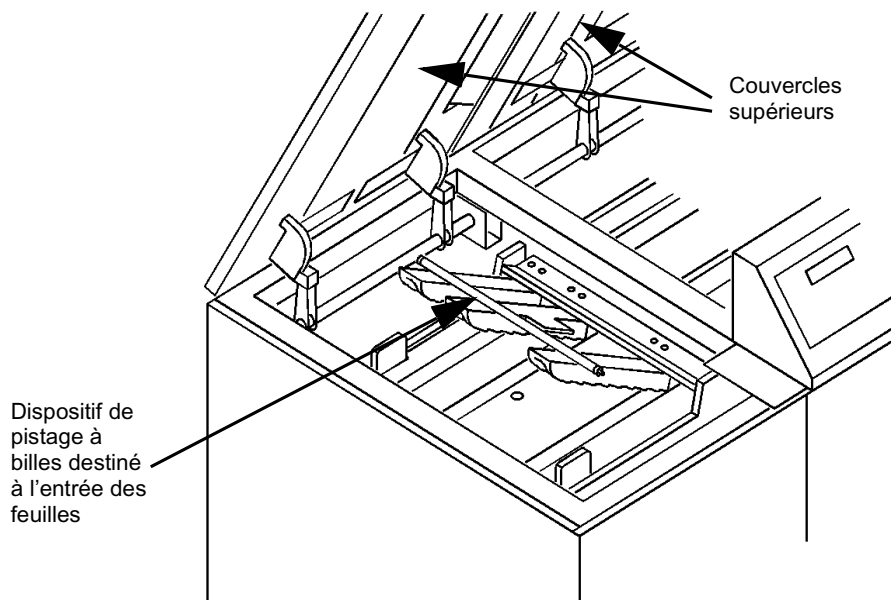

Figure 3-1: Les couvercles supérieurs et les pistes à billes destinées à l'entrée des feuilles
- 2 Ouvrez les deux couvercles supérieurs de la perforuse, voir Figure 3-1.
- 3 Ouvrez (soulevez) les pistes à billes destinées à l'entrée des feuilles, comme indiqué dans la Figure 3-1, et dégagez le papier qui est coincé dans la zone en question. Vérifiez également le dispositif de finissage de l'imprimante et le bac de sortie pour dégager tout bourrage de papier.